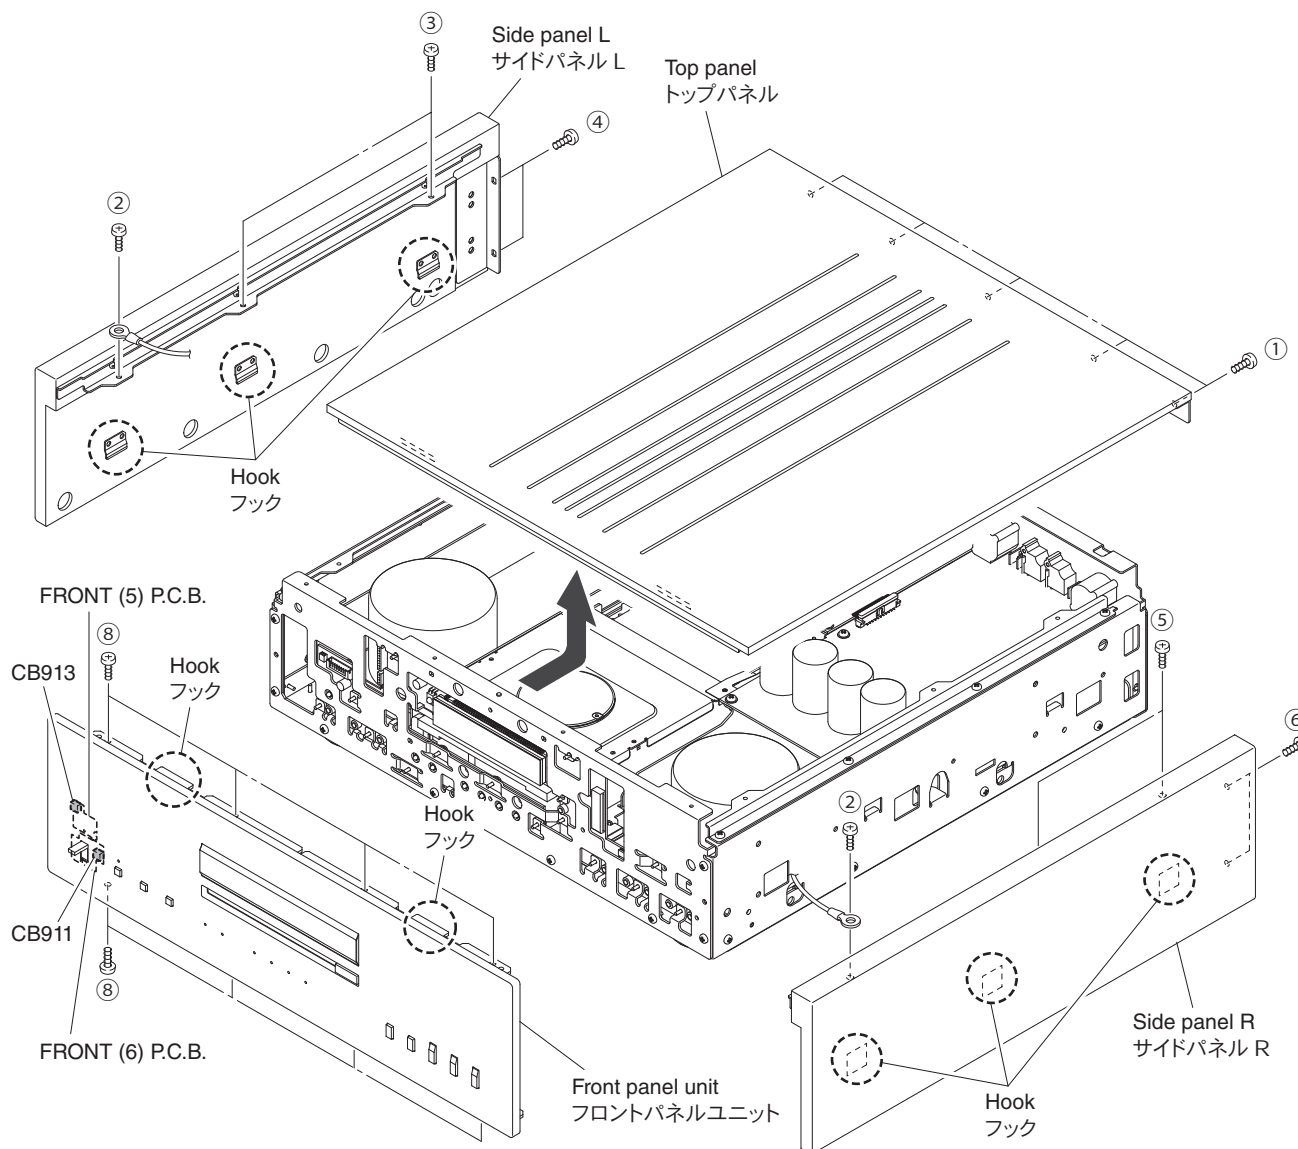

Fig. 1
- Remove 5 screws (①). (Fig. 1)
- Slide the top panel rearward and release 2 hooks. (Fig.1)
- Lift the rear of top panel. (Fig.1)
- Remove 2 screws (②) and disconnect 2 cables. (Fig.1)
- Remove the top panel. (Fig. 1)
- ①のネジ5本を外します。(Fig.1)
- 後方へスライドし、2ヶ所のフックを外します。(Fig.1)
- 後方を持ち上げます。(Fig.1)
- ②のネジ2本を外し、ケーブル2本を外します。(Fig.1)
- トップパネルを外します。(Fig.1)
- Remove 2 screws (③) and 2 screws (④). (Fig. 1)
- Lift the side panel L a little, release hooks at 3 locations and then remove the side panel L. (Fig. 1)
- Remove 2 screws (⑤) and 2 screws (⑥). (Fig. 1)
- Lift the side panel R a little, release hooks at 3 locations and remove the side panel R. (Fig. 1)
- ③のネジ2本、④のネジ2本を外します。(Fig.1)
- サイドパネルLを少し持ち上げ、3ヶ所のフックを外し、サイドパネルLを外します。(Fig.1)
- ⑤のネジ2本、⑥のネジ2本を外します。(Fig.1)
- サイドパネルRを少し持ち上げ、3ヶ所のフックを外し、サイドパネルRを外します。(Fig.1)
- Close the disc tray by pushing its front. (Fig. 1)
- Remove CB911. (Fig. 1)
- Remove 8 screws (⑧). (Fig. 1)
- Remove the front panel forward gradually. (Fig. 1)
- Remove CB913. (Fig. 1)
- ディスクトレイの前方を押し、ディスクトレイを閉じます。(Fig. 1)
- CB911を外します。(Fig. 1)
- ⑧のネジ8本を外します。(Fig. 1)
- フロントパネルを前方へゆっくり外します。(Fig. 1)
- CB913を外します。(Fig. 1)